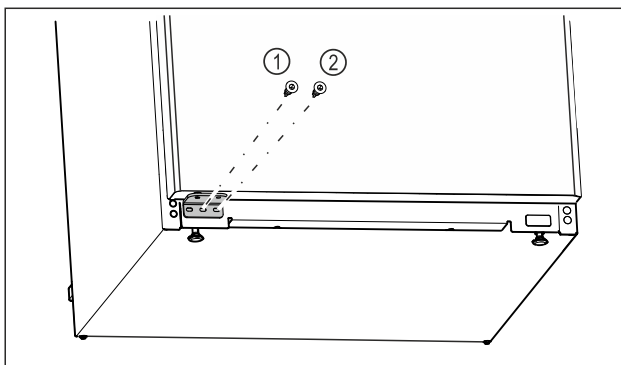

Fig. 21
- Skruva fast lagerbockens mellersta skruv Fig. 21 (1) med skruvmejsel Torx 20.
- Skruva fast lagerbockens inre skruv Fig. 21 (2) med skruvmejsel Torx 20.